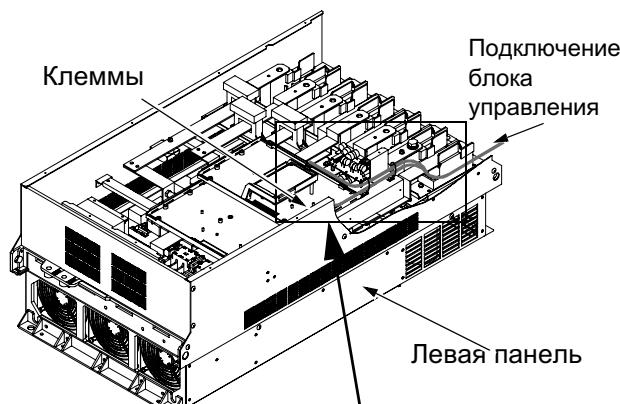

Рисунок 2-3-14 Расположение управления
1. Как показано на Рис. 2-3-14, протяните кабель вдоль левой панели.